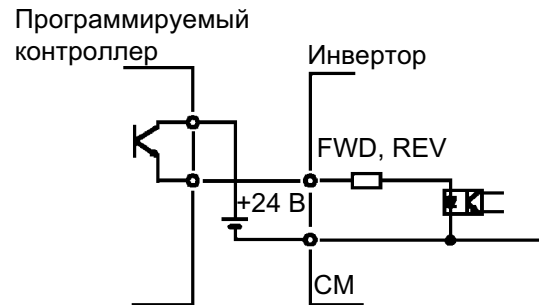

Рисунок 2-3-11 Подключение внешнего источника питания
1. Клеммы дискретного входа (например, FWD, REV, X1 - X9) обычно замыкаются или размыкаются путем подключения или отключения к клемме P24. Если питание +24 В подается извне, подключите клеммы, как показано на Рис. 2-3-11.